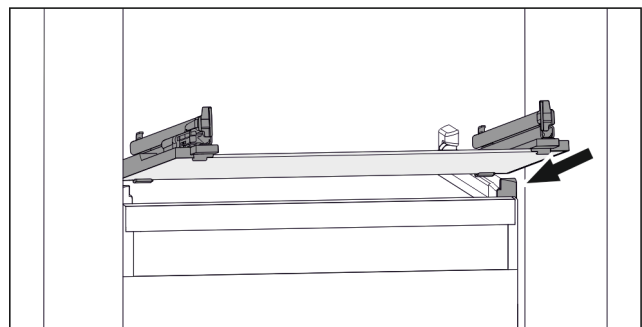

Fig. 113 Приблизне відображення скляної пластини
- ▶ Встановити скляну пластину за стопорами навкоси. (див. Fig. 113)